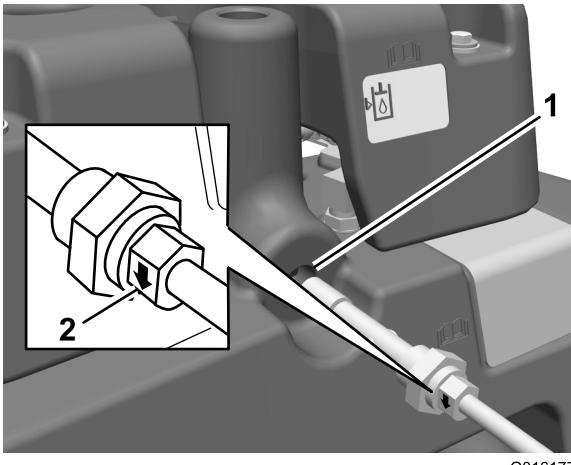

図 7
27. メイン油圧オイルタンクについているプラグを抜いて油圧オイルレベルセンサーを取り付ける（図 7）。
注 油圧オイルレベルセンサーを取り付けている各ナットについている矢印が下向きになっていることを確認してください（図 7）。